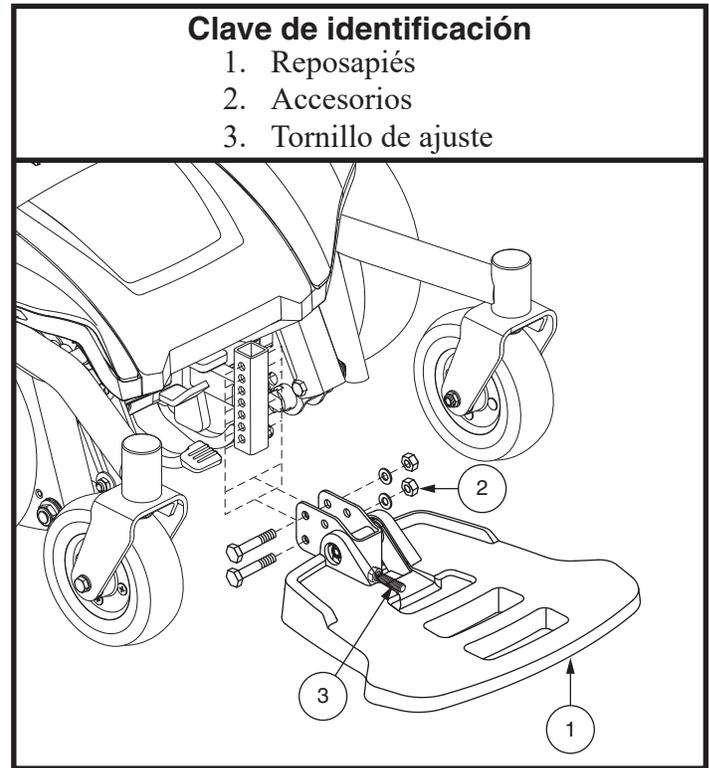

Figura 13. Ajuste del reposapiés
1. Retire los tornillos del soporte del reposapiés. **Ver figura 13.**
1. Retire los aseguradores de extracción fácil del soporte de la plataforma. **Ver figura 13.**
Puede ajustar el ángulo del reposapiés. **Voir figura 13.**